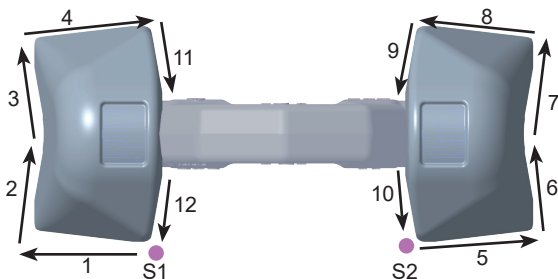

Abb. 1: Schweißreihenfolge Wurzellage (S = Startpunkt)
- 5 Beginnen Sie am Startpunkt S1 und schweißen Sie in der Folge die Abschnitte 1 - 4 (Abb. 1).
- Kontrollieren Sie sorgfältig die Verschleißmarkierungen des Anschweißpunktes (siehe Abb. 1):